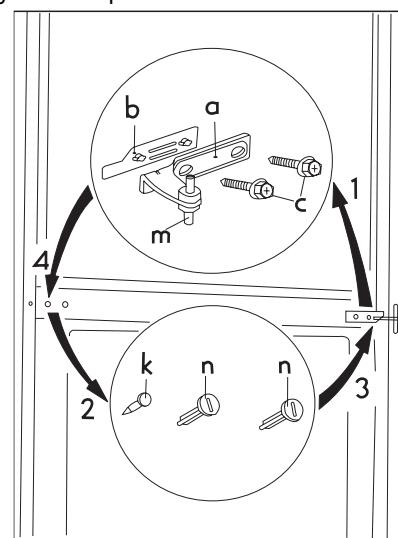

рис. 2
- Откройте дверь и демонтируйте двойной держатель двери (a, b) путем вывинчивания и извлечения обоих винтов (c) (рис. 2).
- Извлеките двойной держатель двери (a, b, c) из корпуса холодильника легким покачиванием обеих дверей. Не забудьте вытащить также пластмассовую подкладку (b) под держателем двери (рис. 2).
- Извлеките левые покровные штифты (n, k, 3 шт.) двойного держателя двери и установите их снова на другой стороне (рис. 2).
- Вставьте болт (m) двойного держателя двери в левое отверстие двери морозильной камеры (рис. 2).